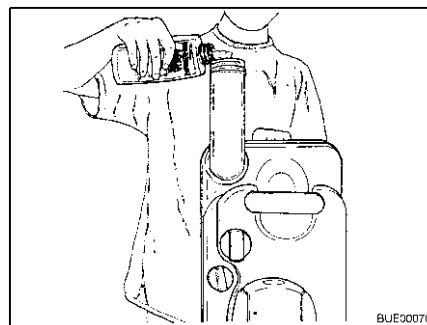

Fig. 255 Rifornimento di liquido sanitario
- Versare la quantità indicata di liquido sanitario nel serbatoio fecale (Fig. 255).